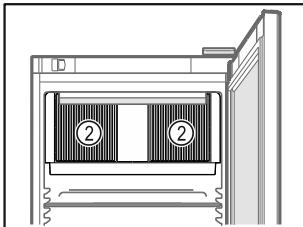

Fig. 79
- Udržiavajte voľné vetricie štrby Fig. 79 (2) cirkulačného ventilátora vo vnútornom priestore.